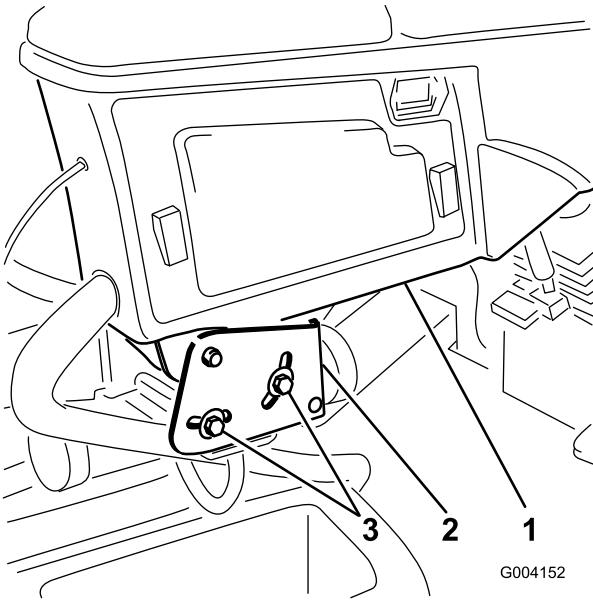

Figure 3
- Desserrez les 2 boulons de fixation du bras de commande à la patte de retenue (Figure 3).